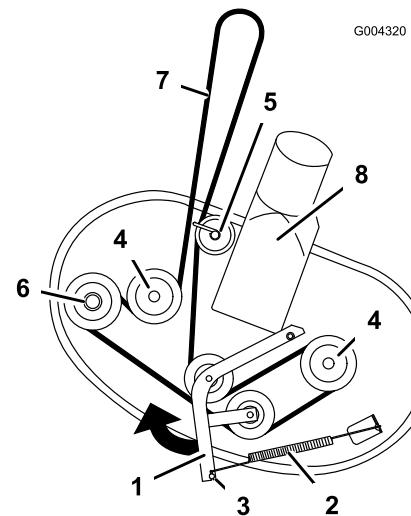

Bild 59
5. Lösen Sie die Befestigungen, mit denen die Riemenführung an der hinteren Spannscheibe befestigt ist (Bild 59).
6. Ziehen Sie den Spannarm in die in Bild 59 angegebene Richtung und rollen Sie den Riemen von den Scheiben ab.
7. Legen Sie den neuen Riemen um die Motor- und Mähwerkspannscheiben (Bild 59). Verlegen Sie einen neuen Riemen unter der Riemenführung und um die hintere Spannscheibe.
8. Ziehen Sie die Spannscheibe in die in Bild 59 angegebene Richtung und verlegen Sie den Riemen um die Scheibe des Spannarms und die Spindelscheiben (Bild 59).
9. Ziehen Sie die Befestigungen der Riemenführung auf der hinteren Scheibe fest (Bild 59).